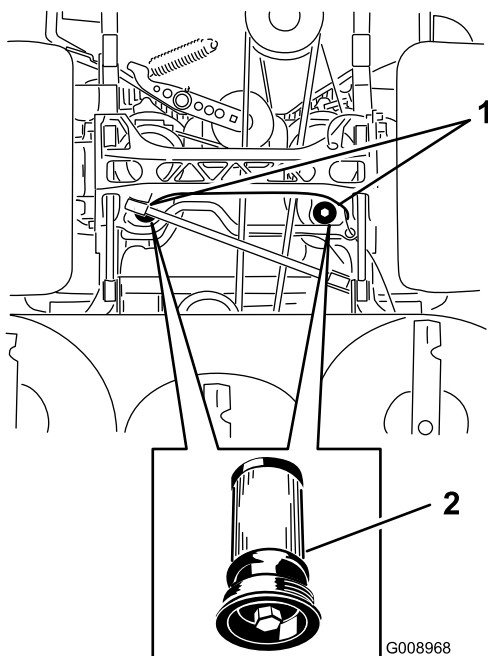

Figura 88
5. Collocate una bacinella di spurgo sotto il filtro, togliete il filtro usato e pulite la superficie (Figura 88).
6. Spalmate un velo di olio idraulico sulla guarnizione di gomma del filtro di ricambio (Figura 88).